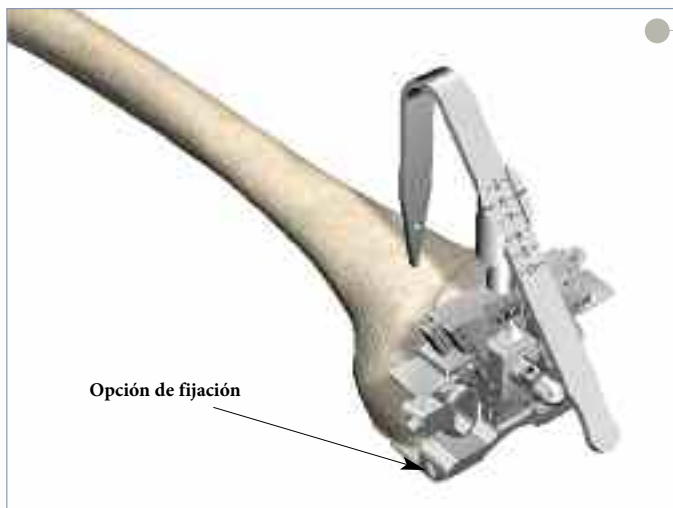

Figura 12
- ▶ Ajuste el medidor en el grado de rotación externa deseada y coloque el instrumento al ras del fémur distal plano, al deslizar los pies del medidor por debajo de los cóndilos posteriores (**Figura 12**). Tenga en cuenta que el ancho lateral medial del implante se puede evaluar al tomar como referencia el ancho de la porción anterior del medidor en cada tamaño del implante. Si lo desea, puede ajustar la rotación aún más, mediante los mangos modulares para tomar como referencia y establecer el paralelismo con el eje epicóndileo. Ajuste la perilla de bloqueo.
**Nota:** Opción de fijación (**Figura 12**).